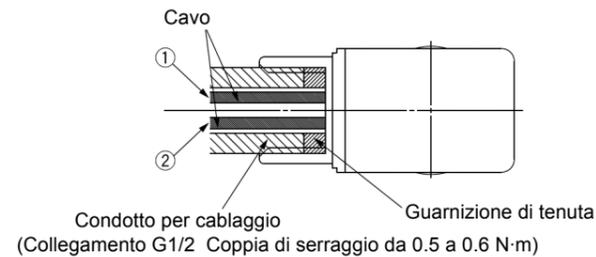

Figura 7
- Serrare il condotto come indicato nella Figura 7.